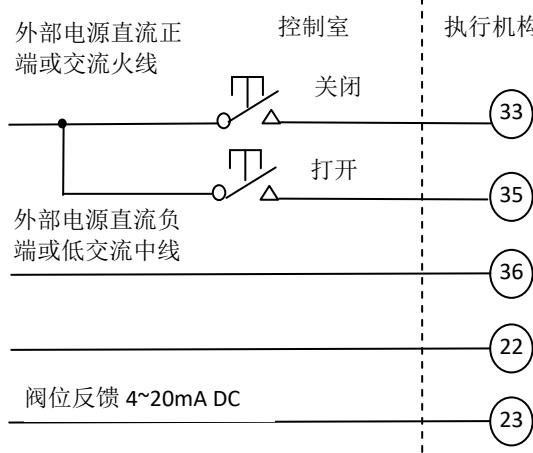

图 14-4 点动式打开/关闭控制, 执行机构可以停在中途任意位置
14.2.2 图14-4~图14-6为外部24~60V直流或交流供电